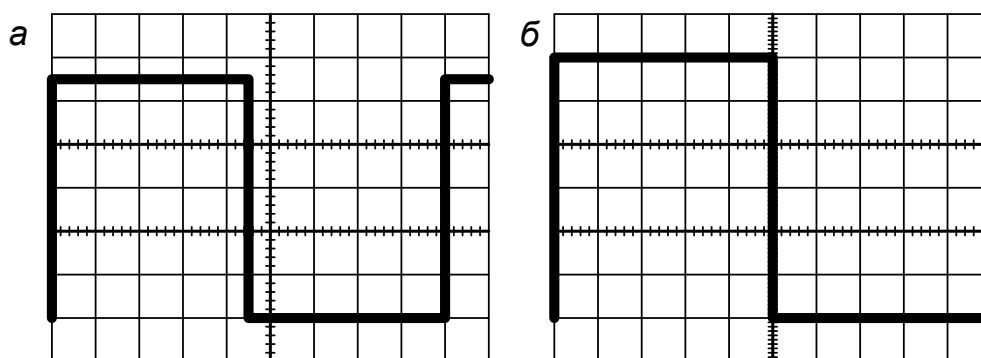

Рис. 3.8. Осциллограммы сигналов калибровки осциллографа:
Сигнал на экране ЭЛТ должен занимать по вертикали четыре полных деления, по горизонтали – 10 полных делений (рис. 3.8).
5. Ручками «ВОЛЬТ/ДЕЛ», «ВРЕМЯ/ДЕЛ» установить такие параметры развёртки сигнала по Y и X , чтобы на экране наблюдался целый период сигнала, а размах сигнала занимал как можно большую часть экрана. Осциллограмма должна иметь примерно такой же вид, как показано на рис. 3.8, а.